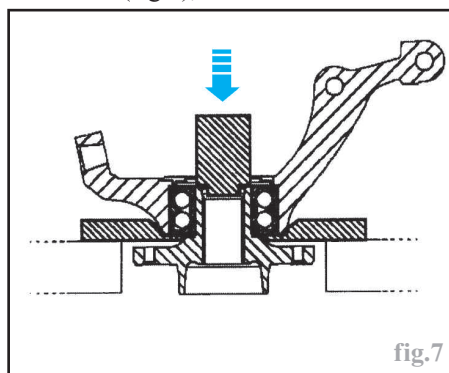

fig.7
- le moyeu du pivot avec un mandrin de $\text{Ø } 41\text{mm}$ et déposer le circlips du roulement (fig.7),